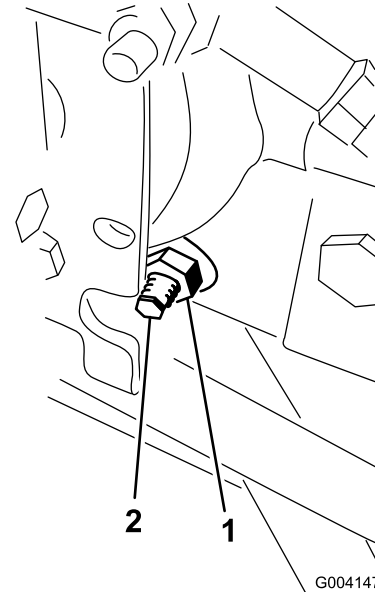

Figure 56
3. Sous le côté droit de l'hydrostat, desserrez le contre-écrou sur la came de réglage de transmission (Figure 56).